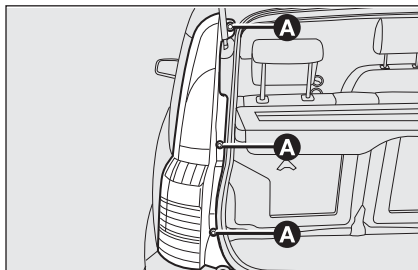

fig. 32
- dévisser les trois vis **A**-fig. 32 des sièges correspondants, tirer délicatement vers soi tout le phare jusqu'au dégageement total des trois ressorts d'accrochage (ils sont fixés à pression) et décrocher le connecteur;